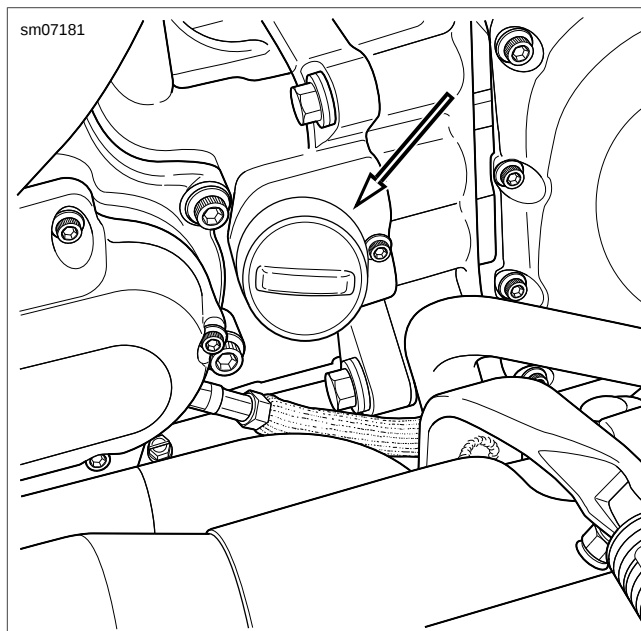

Figure 1-1. Vérification du niveau d'huile du moteur
1. Voir Figure 1-1. Dévisser et retirer le bouchon de remplissage d'huile moteur avec la jauge attachée. Essuyer la jauge.